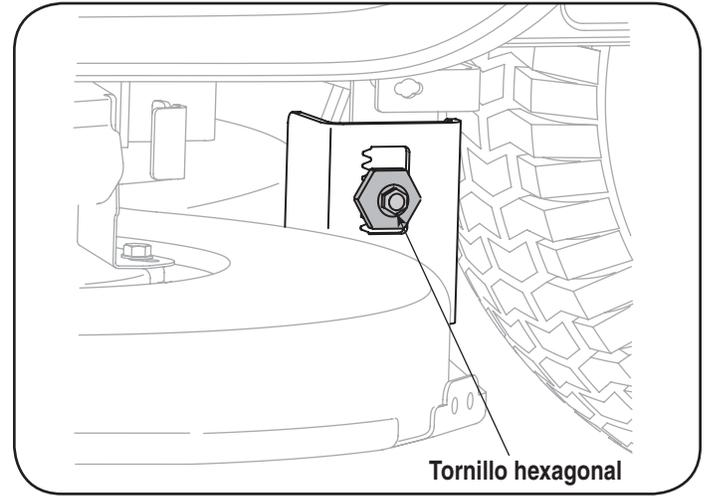

Figure 23
3. Afloje, pero no lo quite, el tornillo hexagonal de la izquierda soporte de la cubierta de colgar. Véase la Figure 23.